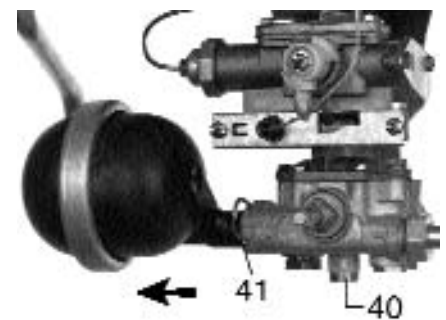

Fig. 5
- Désemboîter le dispositif en tirant dans le sens de la flèche (fig. 5).
2) Tournez le bouton "8" dans le sens de la flèche. Le déclic en face du repère « ⚡ » (allumage piézo) provoque l'étincelle d'allumage de la veilleuse (fig. 5).